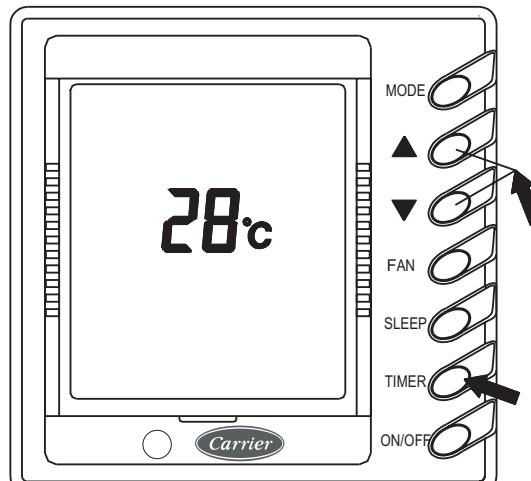

Fig. 6-II
El despliegue en pantalla mostrado en la Fig. 6-II aparece después de energizar el sistema, una vez de que se ha establecido la comunicación. El despliegado de la temperatura ambiente seguirá ahí, sin importar si el sistema se encuentre encendido o apagado. Cuando el sistema esta apagado, la pantalla de despliegue se mostrara como la Fig. 6-II.
2. Ajuste del Temporizador (TIMER) (Fig. 6-III)